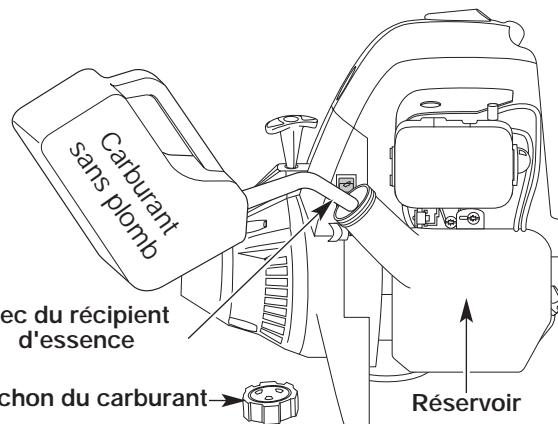

Figure 19
1. Déposez le bouchon à essence (Fig. 19).
2. Placez le bec du récipient d'essence dans l'orifice du réservoir (Fig. 19) et remplissez celui-ci.